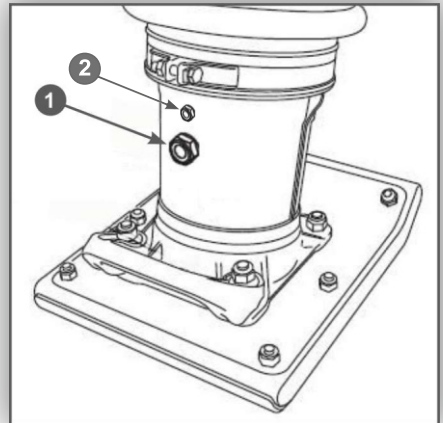

Рис. 6 Проверка уровня масла в рабочем цилиндре
2. На задней стороне рабочего цилиндра находится пробка 2 со смотровым отверстием для контроля уровня масла в рабочем цилиндре (Рис. 6). Уровень масла должен быть посередине смотрового отверстия.